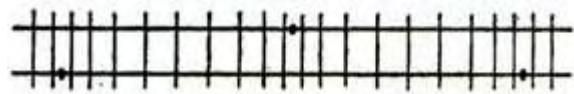

Fig. 158. - Joints alternés.
Ils sont dits *alternés* ou en *quinconce* quand les joints de l'une des files de rails se trouvent au droit du *milieu* des rails de l'autre file (fig. 158).
- avec les joints *alternés* (fig. 158), les véhicules qui portent sur quatre roues, restent suspendus sur trois roues au passage du joint affaissé. S'il y a choc, celui-ci est moins violemment ressenti par le véhicule.